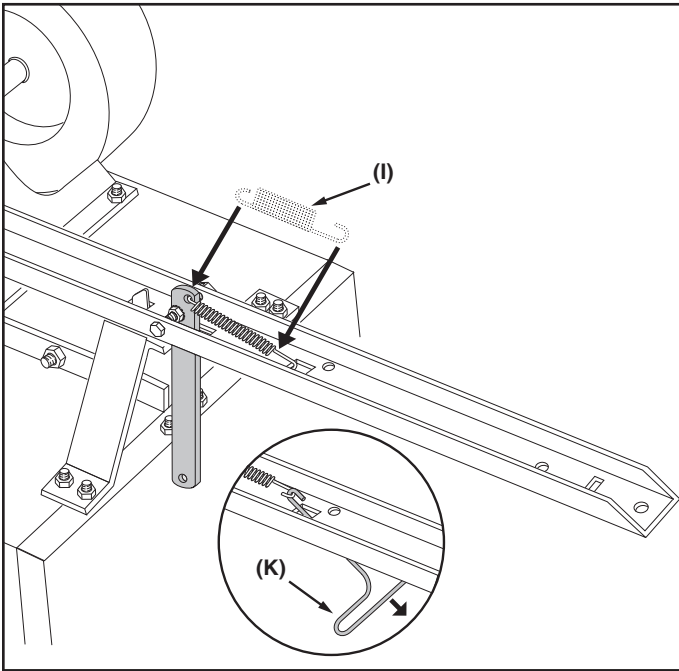

FIGURE 18
ÉTAPE 18 : (VOIR FIGURE 18)
- Fixez le ressort de traction (I) au support de verrouillage du loquet en insérant une extrémité dans le trou du support. À l'aide de l'outil de traction de ressort (K), fixez l'autre extrémité du ressort de traction (I) au trou carré de la tige d'essieu de 5/8 po, comme illustré à la figure 18.